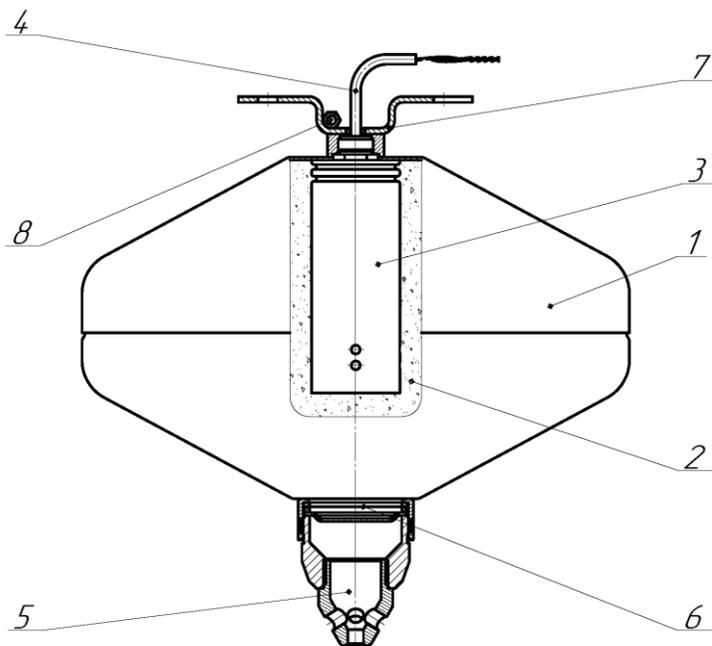

Рисунок 3 – Устройство модуля
4.1 МПП (рис. 3) представляет собой герметичную конструкцию, состоящую из корпуса **1**, заполненного огнетушащим порошок **2**, газогенерирующего устройства (ГГУ) **3** с электроактиватором **4**, насадка-распылителя **5**, мембраны **6**, кронштейна **7** и узла заземления **8**.
6.5 При необходимости, присоединить провод заземления к узлу заземления **8** (рис.3). Необходимость заземления модуля определяется проектно-монтажными организациями, исходя из требований ГОСТ 30331.3-95 (МЭК 364-4-41-92); ГОСТ 12.2.007.0-75 и других нормативных документов.